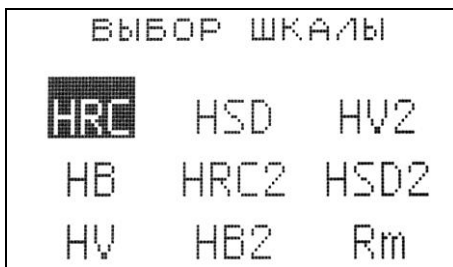

Рис. 3
7.3 Для выбора шкалы твердости по которой будет проводиться измерение, клавишами "Стрелка вверх" и "Стрелка вниз" установить курсор на надпись "ШКАЛА", нажать клавишу "Ввод". Вид экрана представлен на Рис. 3